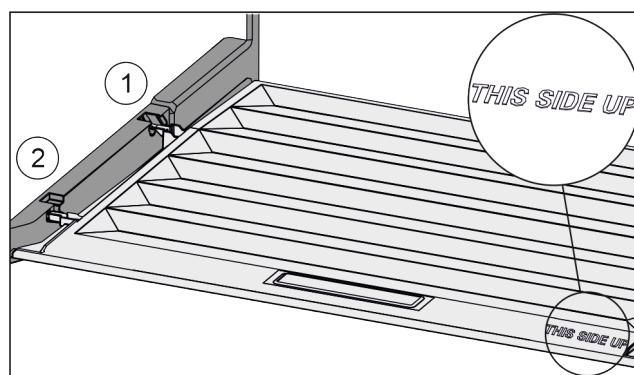

Fig. 153
- Robova predala vstavite nad odprtino zadnjega držala Fig. 153 (1), spredaj pa ju zataknite v držalo Fig. 153 (2).